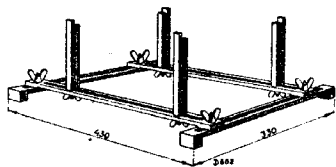

Fig. 2
1. Gebruik bij reparatie een montagebankje, bij voorkeur een universeelbankje, volgens fig. 2. (Code Nr. 09.991.000).